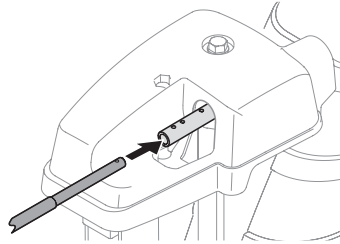

Figura 2-29
2. Inserte el extremo redondeado de la varilla de control del canal en el cabezal de control del canal. Empuje la varilla tan lejos dentro del cabezal de control del canal como sea posible, manteniendo los orificios en la varilla orientados hacia arriba. Consulte Figura 2-29.